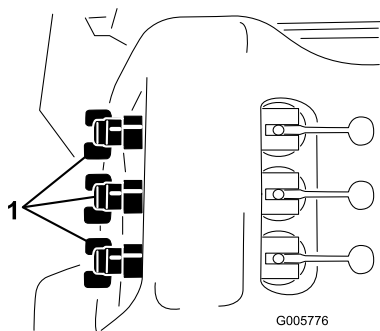

Figura 28
12. Ajuste la válvula de retorno del brazo que cerró (Figura 28), situada debajo de la válvula de control de ese brazo, hasta que la presión marcada en el indicador sea la misma que en el paso 9.